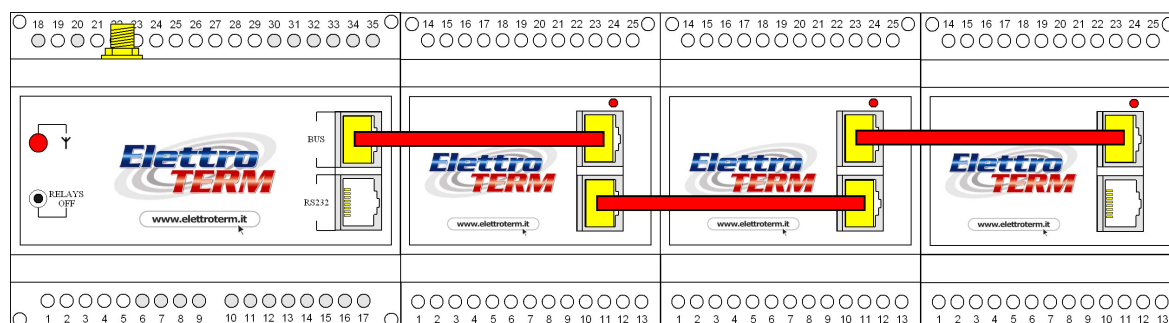

figura 1 Sistema EL35.005 completo
- installare le eventuali altre espansioni come indicato in figura 1.